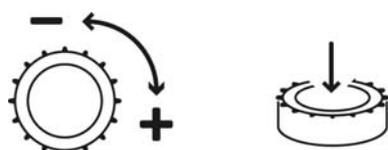

Fig. 11: Actionnement du bouton de commande
#### **$n=f(AI)$ (mode de régulateur – voir Fig. 11)**
- L'écran LCD indique les états de fonctionnement des pompes, du régulateur et du convertisseur de fréquence. Le bouton de commande permet de sélectionner les menus et de saisir les paramètres. Pour modifier des valeurs ou pour faire défiler un niveau de menu, il faut tourner le bouton, et pour sélectionner et confirmer, le pousser (Fig. 11).